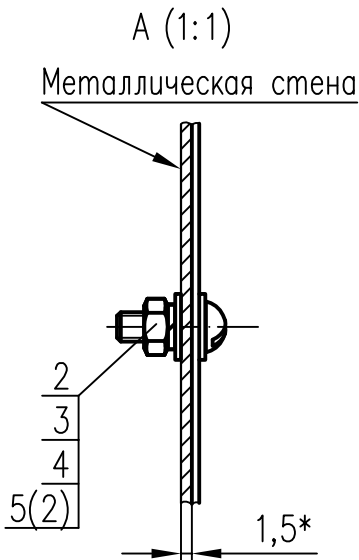

Рис. 2
- по рис. 2 в металлической поверхности выполнить 2 отв. М4;
- по рис. 2 в металлической стене выполнить 2 отв. М4;